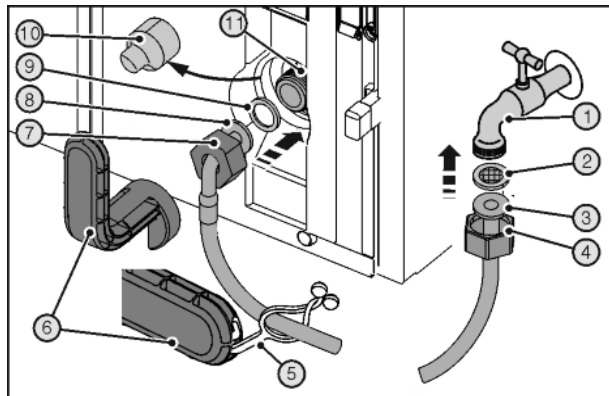

Fig. 41
Schnittwunden durch zerbrochenes Hilfswerkzeug Fig. 41 (6).
- ▶ Hilfswerkzeug Fig. 41 (6) ausschließlich bei Raumtemperatur verwenden.
- ▶ Mutter Fig. 41 (4) über das gerade Schlauchende Fig. 41 (3) bis zum Ende schieben und festhalten.
- ▶ Auffangsieb Fig. 41 (2) in Mutter Fig. 41 (4) einsetzen.
- ▷ Auffangsieb Fig. 41 (2) liegt flach am gerade Schlauchende Fig. 41 (3) an und wird leicht gehalten.
- ▶ Mutter Fig. 41 (4) mit am geraden Schlauchende Fig. 41 (3) anliegendem Auffangsieb Fig. 41 (2) am Absperrhahn Fig. 41 (1) anschließen.
- ▶ Durch vorübergehendes Öffnen des Absperrhahns Fig. 41 (1) der Wasserversorgung die Wasserleitung entlüften und mit Wasser befüllen. Schlauch dazu in Eimer halten.
- ▶ Abdeckung Fig. 41 (10) abziehen.
- ▶ Mutter Fig. 41 (7) über das abgewinkelte Schlauchende Fig. 41 (8) bis zum Ende schieben und festhalten.
- ▶ Dichtung Fig. 41 (9) befeuchten und in der Mutter Fig. 41 (7) am abgewinkelten Schlauchende Fig. 41 (8) andrücken.
- ▷ Dichtung Fig. 41 (9) liegt flach am abgewinkelten Schlauchende Fig. 41 (8) an und wird leicht gehalten.
- ▶ Mutter Fig. 41 (7) mit am abgewinkelten Schlauchende Fig. 41 (8) anliegender Dichtung Fig. 41 (9) am Magnetventil Fig. 41 (11) anschließen.
- ▶ Anschlüsse mit Hilfswerkzeug Fig. 41 (6) im Uhrzeigersinn festziehen bis der maximale Drehmoment erreicht ist und das Hilfswerkzeug Fig. 41 (6) überdreht.
- ▶ Den Absperrhahn Fig. 41 (1) der Wasserzuführung öffnen und das gesamte Wassersystem auf Dichtigkeit prüfen.
- ▶ Lasche Fig. 41 (5) in Hilfswerkzeug Fig. 41 (6) einhaken und zur Aufbewahrung am Edelstahlschlauch befestigen.